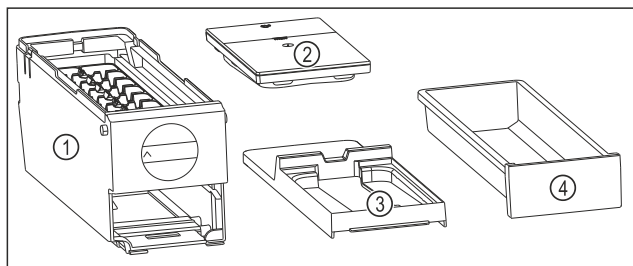

Fig. 185 Componente ale EasyTwist-Ice
- EasyTwist-Ice este dezasamblat în patru piese. (vezi Fig. 185)
- Dezasamblați EasyTwist-Ice numai în componentele ilustrate. (vezi Fig. 185)
- Curățați corpul EasyTwist-Ice Fig. 185 (1) ca un întreg.